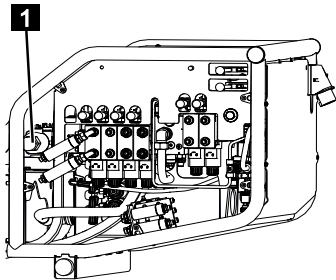

Fig. 174
7. Après le mode de secours, déverrouiller la vanne (Fig.174/1) dans le sens inverse des aiguilles d'une montre et revisser le capot.